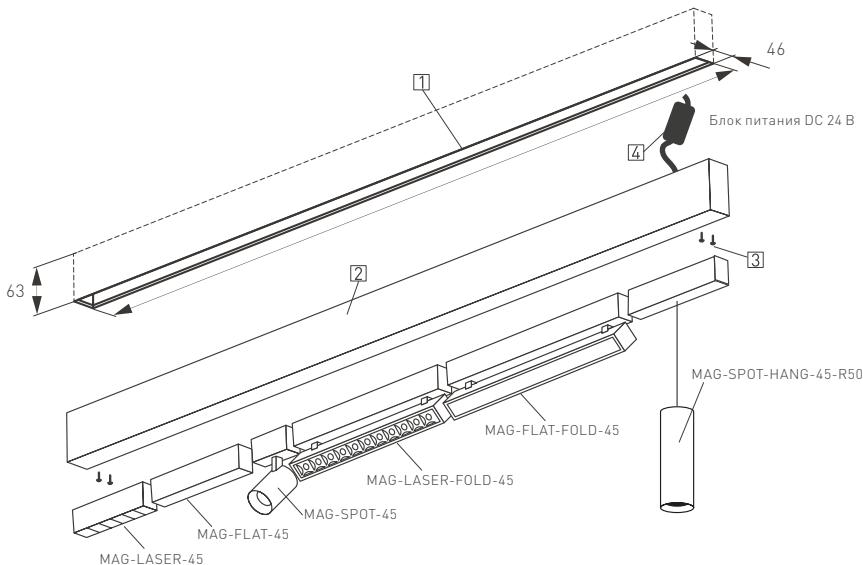

Рис. 4. Установка шинопровода в нишу
- 3.15. Подготовьте в монтажной поверхности нишу [1] по размерам, указанным на рис. 4.